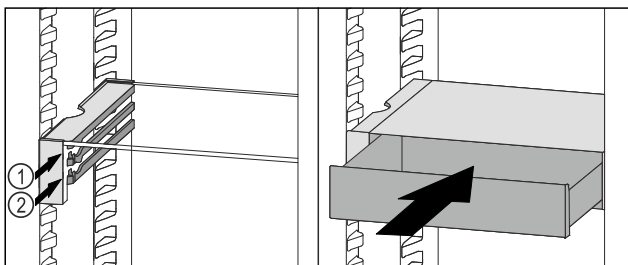

Fig. 130
- ▶ Zásuvku VarioSafe nasadte za zarážkami na požadovanom rebre Fig. 130 (1) alebo Fig. 130 (2).